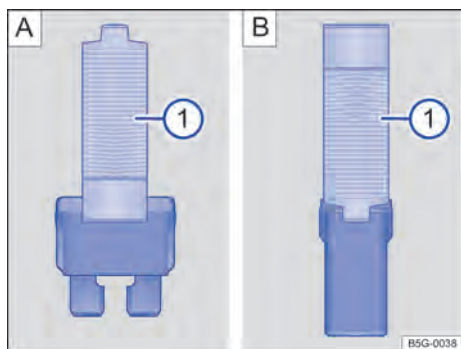

Fig. 194 Retirar ou colocar o fusível com a pinça de plástico: **A**: fusível plano, **B**: fusível de bloqueio.
- Se necessário, retirar a pinça de plástico → Fig. 194 **A** ① da cobertura da caixa de fusíveis.
- De acordo com a versão do fusível, colocar as garras adequadas do alicate plástico → Fig. 194 **A** ① ou → Fig. 194 **B** ① lateralmente no fusível.
- Caso o fusível esteja queimado, substituir o fusível por um novo da *mesma* intensidade de corrente (mesma cor e inscrição) e do *mesmo* tamanho → ①.